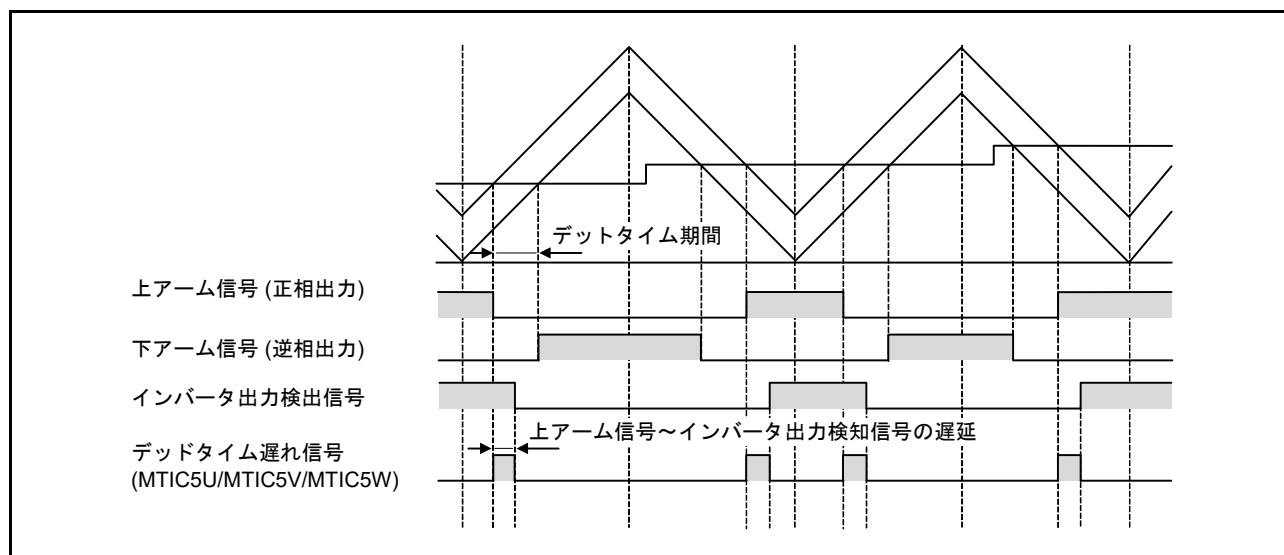
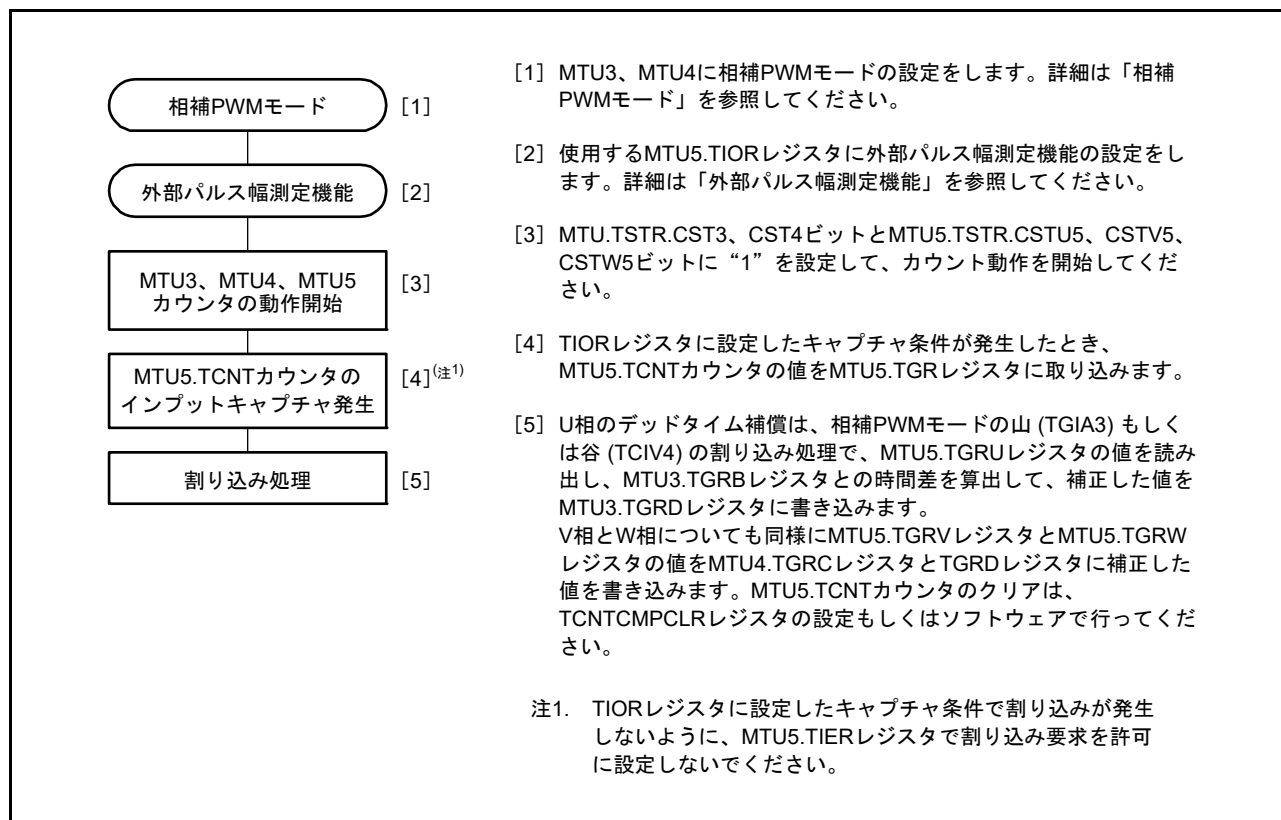

図 22.80 相補 PWM モード動作時のデッドタイム遅れ
図 22.81 デッドタイム補償機能の設定手順例
MTU5 の外部パルス測定機能でデッドタイム遅れを測定して、PWM 出力のコンペアレジスタに設定するデューティを補正することで、MTU3、MTU4 を使用した相補 PWM 動作時の PWM 出力波形に対するデッドタイムを補償することができます（図 22.80）。MTU3 ～ MTU5 を使用したデッドタイム補償の設定手順を図 22.81 に示します。このときの MTU5 の動作については、(2) 相補 PWM の山と谷での TCNTU、TCNTV、TCNTW カウンタキャプチャ動作を参照してください。
MTU5 の 3 本のカウンタを使用したデッドタイム補償機能の設定手順例を図 22.81 に示します。